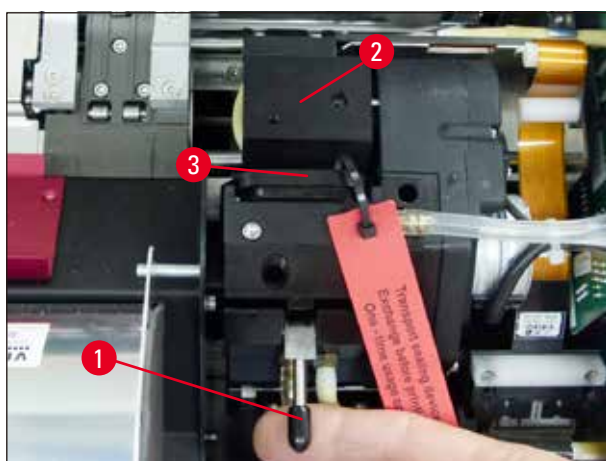

図 34
4. 印字ヘッド(→ "図 34-2")が上方に、シールリップから約 1 cm 離れた位置まで移動します(→ "図 34")。